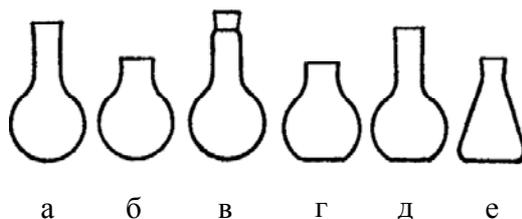

Рисунок 1 – Колбы:
1. Колбы и стаканы являются основной лабораторной посудой, выполненной в основном из жаростойкого стекла. Чаще всего приходится проводить синтезы в колбах, которые бывают разнообразной емкости и формы. В тех случаях, когда реакция идет при нагревании реакционной массы до кипения, следует пользоваться круглодонными колбами, так как они устойчивы к толчкам, возникающим при кипении жидкости. Круглодонные колбы бывают широкогорлые, узкогорлые, со шлифами и без них (рис. 1).
Плоскодонные колбы, широкогорлые и узкогорлые (рис. 1, г, д), не используют для работы под вакуумом, так
Конические колбы (рис. 1,е) применяют при кристаллизации, приготовления реактивов, проведения простых операций, когда нет необходимости защищать процесс от доступа влаги и воздуха, в качестве приемников.